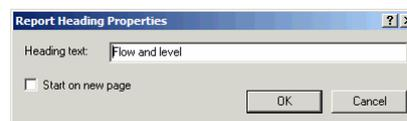

Рис. 3.73. В этом диалоговом окне Вы указываете имена частей, которые Вы хотите получить в отчете.
- Введите **Flow and level** в заголовочном текстовом поле, как показано на рис. 3.73.